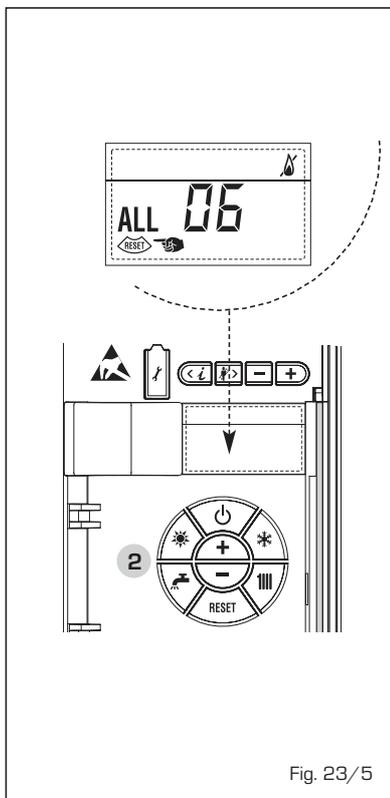

Fig. 23/5
- **ANOMALÍA TERMOSTATO SEGURIDAD/LÍMITE "ALL 07" (fig. 23/6)**